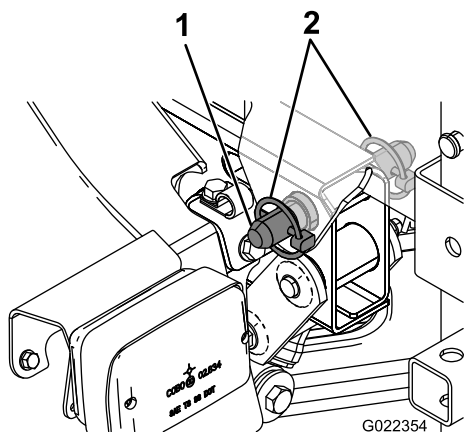

Рисунок 10
- Совместите отверстия в поворотных проушинах в задней части узла рамы бака с отверстиями в поворотной трубе кузова в конце рамы автомобиля (Рисунок 10).
6. Вставьте конический шплинтуемый штифт и два шплинта с кольцом в поворотную проушину, чтобы прикрепить бак в сборе к раме (Рисунок 10).